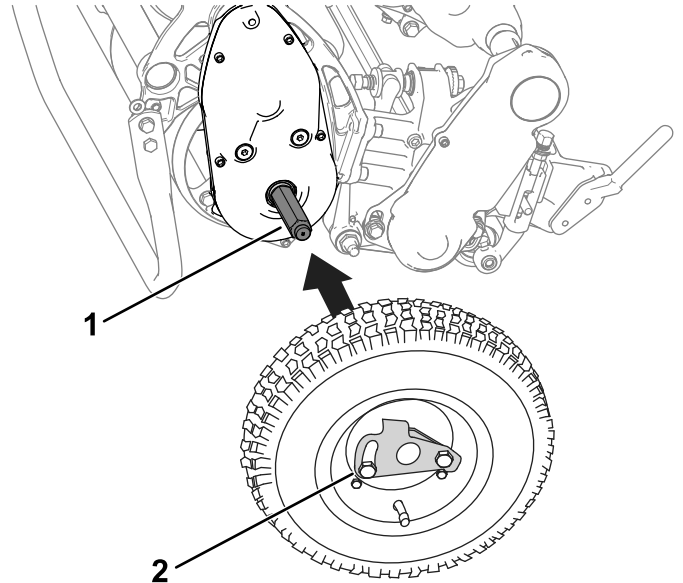

Figure 27
2. Glissez une roue sur un arbre (Figure 27).
3. Faites pivoter le clip de verrouillage (Figure 27) pour l'éloigner du centre de la roue et lui permettre de coulisser plus avant sur l'arbre.